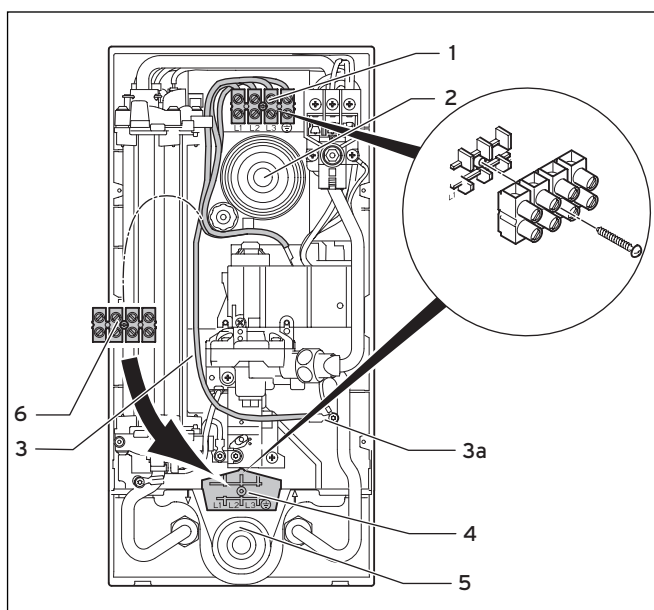

Abb. 4.10 Elektrischer Anschluss oben oder unten
- Schließen Sie die einzelnen Adern an L1, L2, L3 und den Schutzleiter der Netzanschlussklemme (**1** in Abb. 4.10) an.
- Schrauben Sie die Netzanschlussklemme (1) ab (siehe Abb. 4.10).
- Verlegen Sie die Netzanschlussklemme (6) inklusive der internen Kabel an die untere Position (4) im Gerät.
- Schrauben Sie die Netzanschlussklemme an der unteren Position (4) fest.
- Achten Sie besonders auf den internen Schutzleiter (3), der an der Position 3a verschraubt ist.
- Schließen Sie die einzelnen Adern an L1, L2, L3 und den Schutzleiter der Netzanschlussklemme (1 in Abb. 4.10) an.